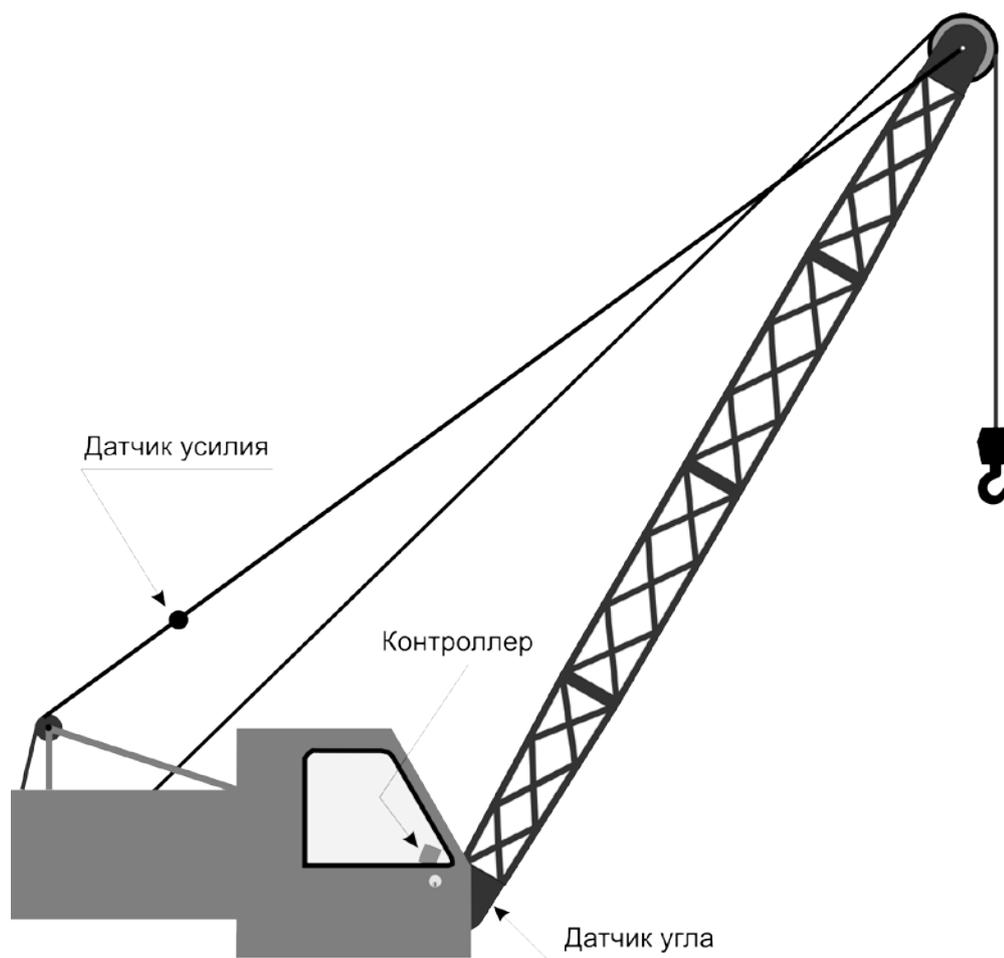

Рис.1
- 5.1. Система АОГ, рис.1, состоит из составных частей:
6.2. Размещение элементов системы АОГ на кране показано на рис.1.